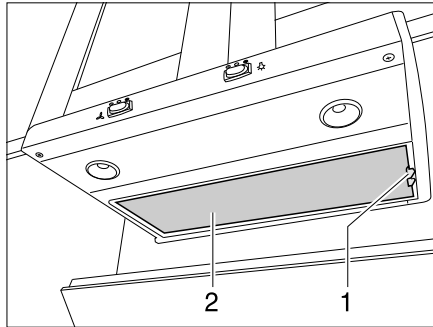

Bild 170 Dunstabzug
- Den Filter (Bild 170,2) am Griff (Bild 170,1) nach unten ziehen.